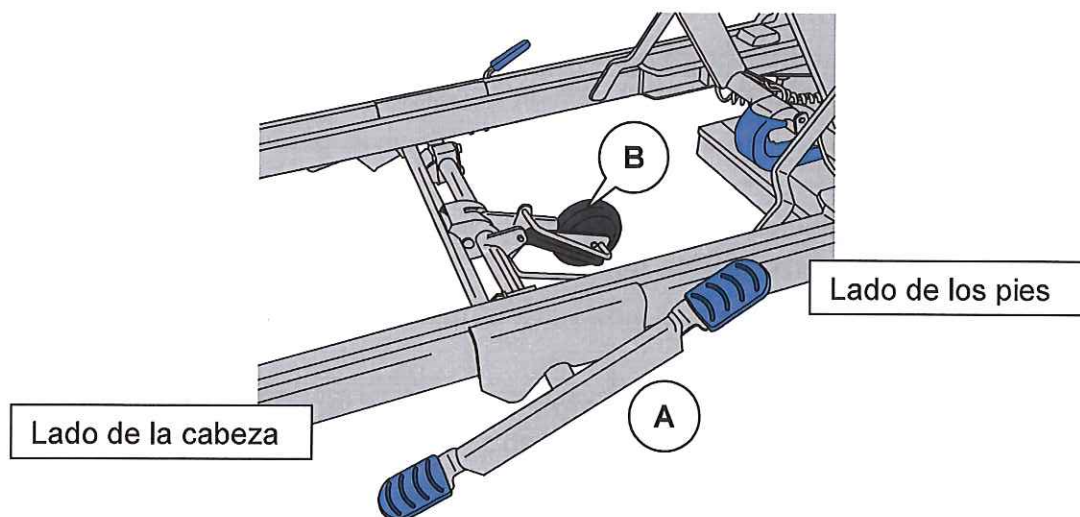

Fig. 1 - Pedal de activación de la quinta rueda
1. Pise el pedal de activación de la quinta rueda (A) por el lado del cabecero. **(Véase la fig. 1).**
1. Pise el pedal de activación de la quinta rueda (A) más cercano al piecero. **(Véase la fig. 1).**
2. Compruebe que la quinta rueda (B) se eleva del suelo.